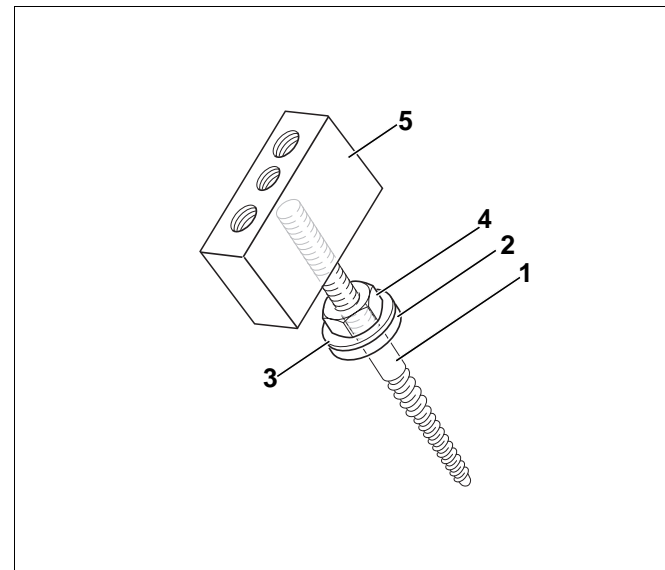

Abb. 4 Reihenfolge Stockschrauben-Montage
- Montieren Sie die Stockschrauben gemäß Abb. 4 vor. Beachten Sie beim Zusammenbau die Reihenfolge der einzelnen Teile.
- Drehen Sie den Haltebock (Abb. 4, **Pos. 5**) bis zum Anschlag auf die Stockschraube (Abb. 4, **Pos. 1**).